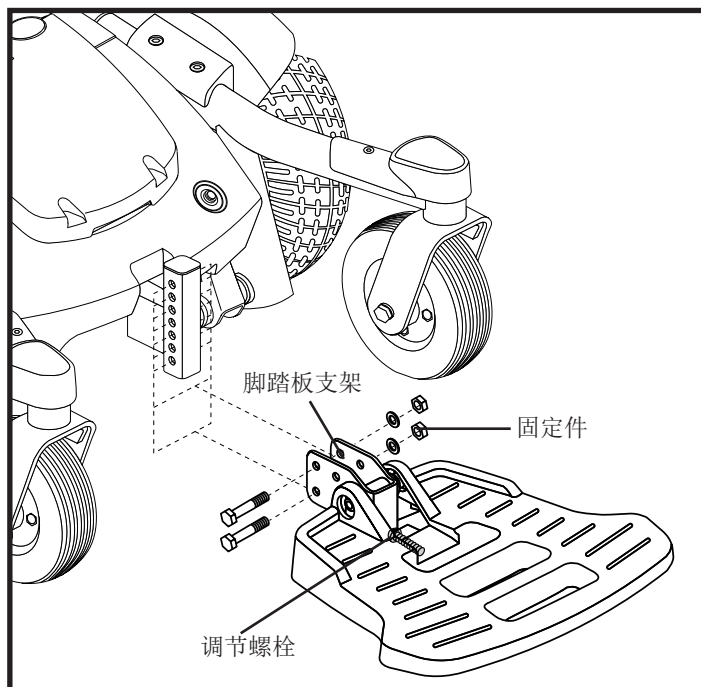

图 10. 调节脚踏板
1. 从脚踏板支架上拆下固定件。见图 10。
您还可以调节脚踏板的角。见图10。